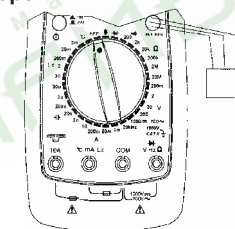

Рисунок 14
- (1) Установите поворотный переключатель в положение **hFE**.
- (2) Вставьте выводы транзистора в гнезда колодки **hFE**, как показано на рис. 14.
- (3) Прочитайте на ЖК-дисплее показание результата измерения.